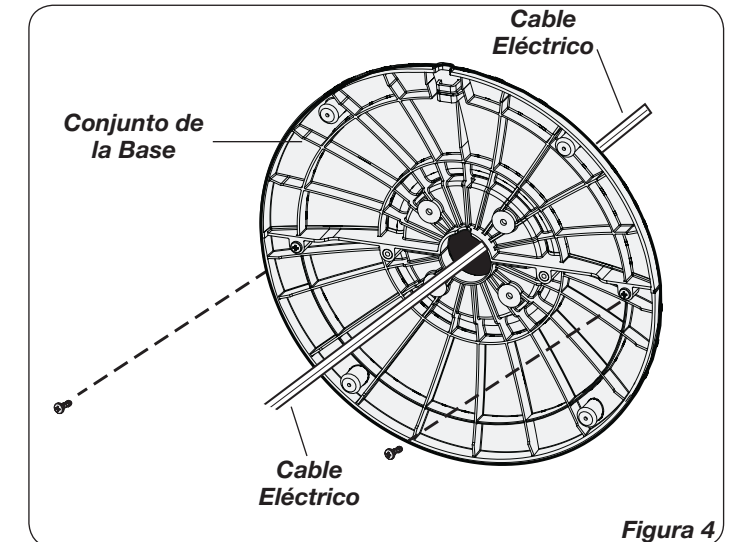

Figura 4
4. Fije las mitades de la base con (2) tornillos M4 X 13 mm. Pase el **Cable Eléctrico** por el gran orificio que se encuentra del **Conjunto de la Base**. **NOTA:** El canal para cable en la parte inferior de la base debe estar hacia la parte posterior del Calefactor. (Figura 4)